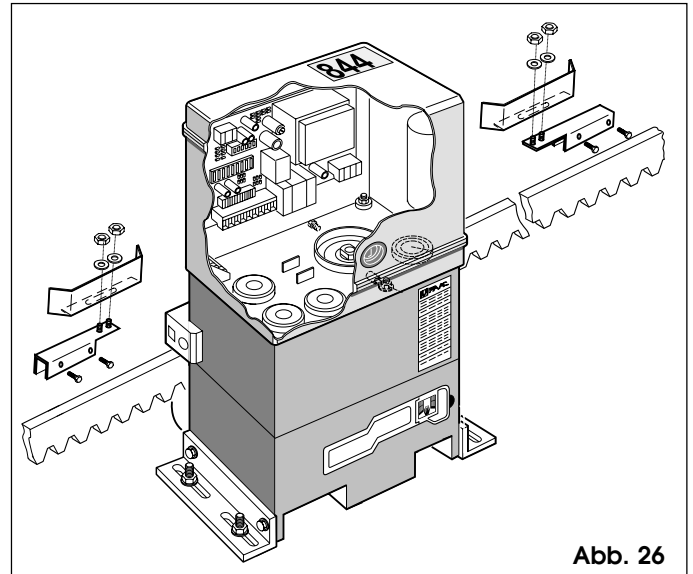

Abb. 26
- 1) Den Endschalter zusammenbauen, indem das Feinblech gegenüber den beiden Gewindestiften der Halterung zentriert wird (Abb.26).